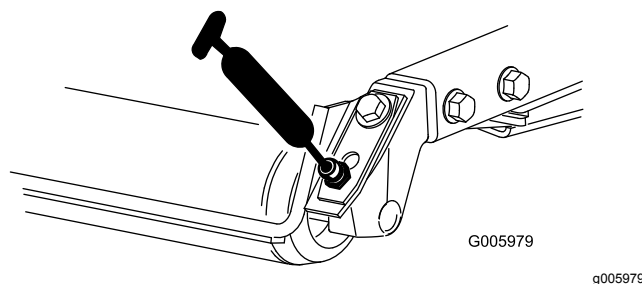

Figura 48
- Rolamentos do cilindro traseiro (2 por cada unidade de corte) (Figura 48)